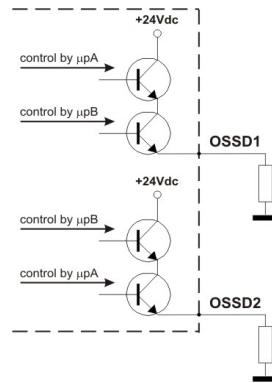

Abb. 15
- Die Sicherheitskontakte OSSD1 und OSSD2 können in keinem Fall in Reihe-, oder Parallel geschaltet werden, sondern sind beide einzeln verwendbar (s. Abb.15). Sollte irrtümlicherweise eine dieser beiden Konfigurationen verwendet werden, tritt in der Schutzschranke eine Betriebsstörung der Ausgänge ein (s. Kap.7 "Diagnosefunktionen").